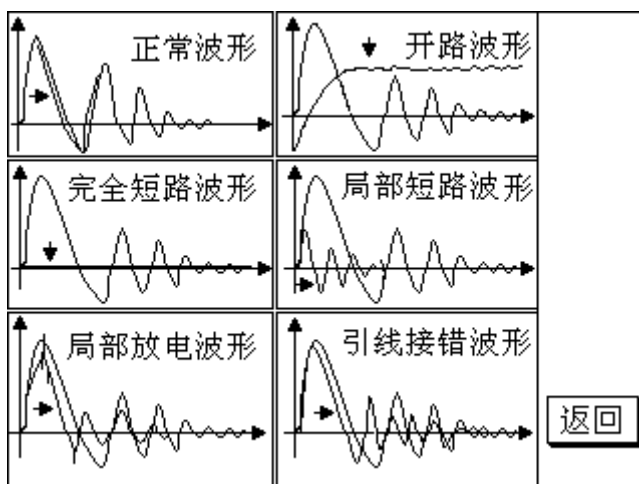

图 9
- (d) 屏幕键四用以分析失败原因的，按下屏幕四如（图 9）所示